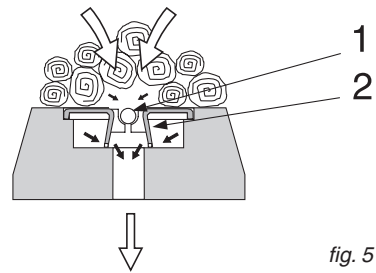

fig. 5
Le braci appoggiano direttamente sulla pietra che divide il magazzino del combustibile dalla camera di combustione inferiore. La pietra refrattaria principale presenta inoltre un incavo rettangolare entro il quale sono posati i barrotti in acciaio termico opportunamente scanalati (fig. 5, pos. 2) che ricevono l'aria secondaria da un distributore anteriore.